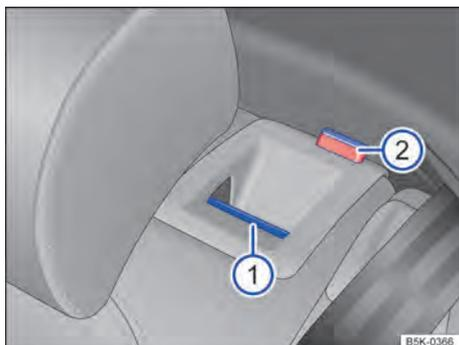

Fig. 92 No encosto do banco traseiro: botão de destravamento ①, marcação vermelha ②.
- Puxar o botão de destravamento ⇒ Fig. 92 ① para frente e, ao mesmo tempo, rebater o encosto do banco traseiro para frente.
- A respectiva parte de encosto do banco traseiro estará destravado se uma marcação vermelha no indicador de travamento ② estiver visível.